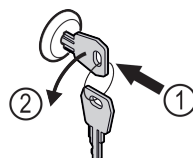

Fig. 183
- ▶ Вставьте ключ. *Fig. 183 (1)*
- ▶ Поверните ключ на 90° против часовой стрелки. *Fig. 183 (2)*